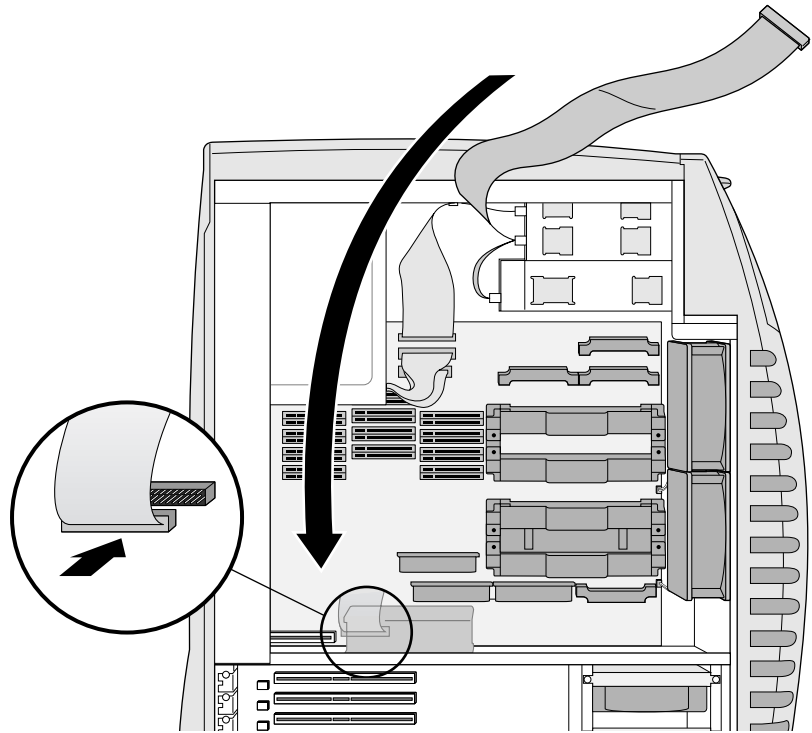

Abbildung 3-6 Anschließen des IDE-Kabels
12. Verbinden Sie das IDE-Kabel wieder mit der Systemplatine. Der Kabelstecker ist so geformt, daß er nur in einer Richtung eingesteckt werden kann. Der rote Streifen (Pin 1) an der Seite des Kabels zeigt nach links, wie in Abbildung 3-6 dargestellt.